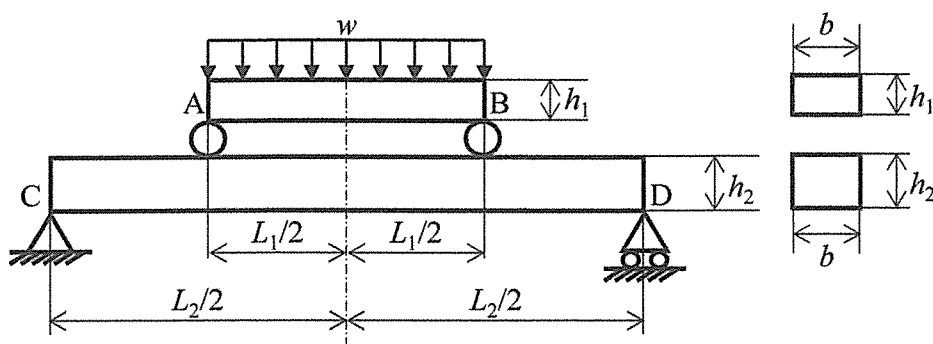
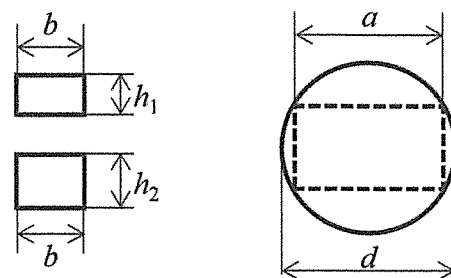

図3
図4
II 図3に示すように、長さが  $L_1, L_2$  ( $L_1 < L_2$ )、断面が長方形でその高さが  $h_1, h_2$ 、幅がともに  $b$  の2本のはり AB と CD がある。はり AB は両端を円柱で単純支持され、はり CD の中央にのせてある。はり CD は、両端において単純に支持されている。はり AB の上面に単位長さ当たり  $w$  の等分布荷重が作用する。はりと円柱の重量は無視でき、はりの変形は、はりの長さに比べて十分に小さいとして、以下の (1) ~ (7) の問いに答えよ。
- (1) はり AB において、A 点と B 点での反力  $R_A, R_B$  の大きさを求めよ。
- (2) はり AB に生じる最大曲げモーメントの大きさ  $|M_{AB\_max}|$  と最大曲げ応力の大きさ  $|\sigma_{AB\_max}|$  を求めよ。ただし、 $R_A, R_B$  を用いずに答えよ。
- (3) はり CD において、C 点と D 点での反力  $R_C, R_D$  の大きさを求めよ。
- (4) はり CD に生じる最大曲げモーメントの大きさ  $|M_{CD\_max}|$  と最大曲げ応力の大きさ  $|\sigma_{CD\_max}|$  を求めよ。ただし、 $R_C, R_D$  を用いずに答えよ。
- (5)  $|\sigma_{CD\_max}| > |\sigma_{AB\_max}|$  のとき、 $L_2/L_1$  の満たす条件を示せ。
- (6)  $L_2 = 2L_1 = 2.0$  [m],  $h_1 = h_2 = 50$  [mm],  $b = 30$  [mm] のとき、はり AB, CD の降伏応力  $\sigma_Y$  を 200 MPa, 安全率を 4 とすると、はり AB に加えることのできる最大の等分布荷重の大きさ  $|w_{max}|$  を求めよ。
- (7) 図4に示すように、直径  $d$  の丸棒から断面が長方形のはりを切り出す場合を考える。最も大きな曲げモーメントに耐えうるはりの長方形断面の幅  $a$  は、 $d$  の何倍になるか求めよ。